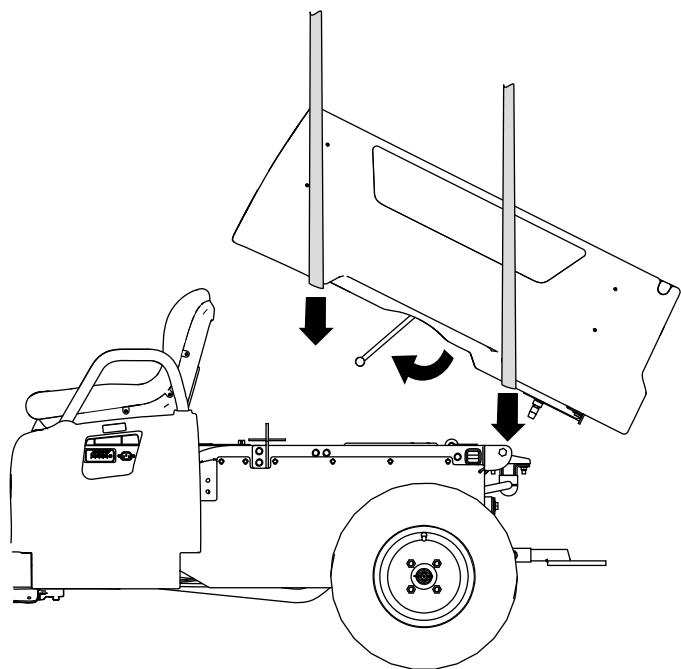

Figura 4
3. Utilizzando l'attrezzatura di sollevamento nella parte anteriore e posteriore del pianale, sollevate il pianale e allineatelo sul telaio della macchina con il gruppo della staffa orientabile rivolto all'indietro (Figura 4).